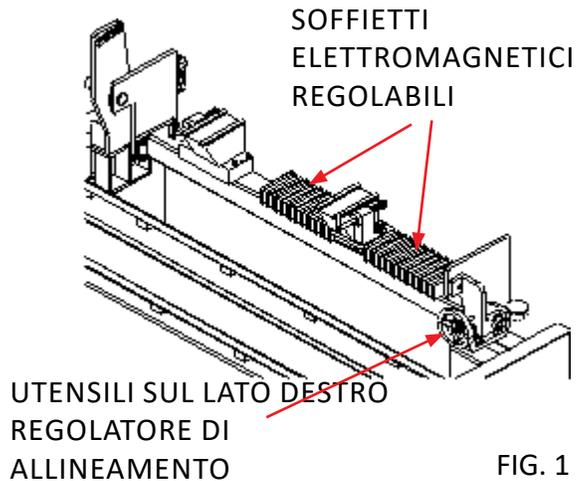

FIG. 1
1. PULIRE SETTIMANALMENTE LA GUIDA DI SUPPORTO DELL'ELETTROMAGNETE REGOLABILE SUL LATO DESTRO. SOLLEVARE IL SOFFIETTO SITUATO SULL'ELETTROMAGNETE REGOLABILE (VEDERE FIG. 1) E PULIRE LA GUIDA DEL CUSCINETTO. OGNI MESE PULIRE ACCURATAMENTE LA ROTAIA E SPRUZZARE CON CRC 3-36 O UN LUBRIFICANTE EQUIVALENTE. SPOSTARE L'ELETTROMAGNETE REGOLABILE AVANTI E INDIETRO PER TUTTA LA SUA CORSA. CON UNO STRACCIO PULITO, RIMUOVI IL LUBRIFICANTE IN ECCESSO. SPOSTARE IL CARRELLO AVANTI E INDIETRO E PULIRE LA GUIDA DOPO OGNI PASSAGGIO. RIPETI FINCHÉ IL BINARIO NON SI SENTE ASCIUTTO.